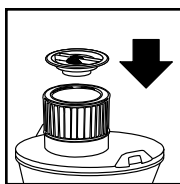

FIGURE 22
35. Poser la fixation du filtre sur la cartouche filtrante, immobiliser le couvercle de la cuve avec une main, tourner à droite la poignée de la fixation de la cartouche filtrante pour la serrer et la verrouiller en place. **FIGURE 22, 23.**